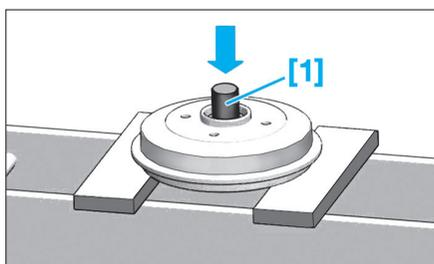

Fig. 47
- Extraire le roulement à l'aide de l'outil [1] (Fig.47).